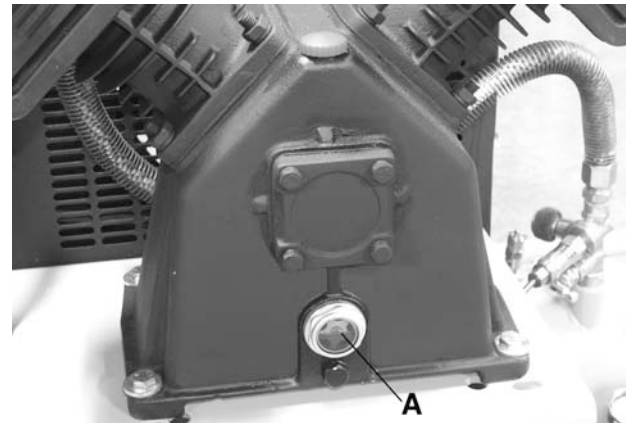

FIGURE 1
1) Assurez-vous que le niveau d'huile dans le carter de la pompe atteint le point central du niveau d'huile (A) Fig.1, reportez-vous à la section Entretien pour des instructions pour remplir le carter d'huile.